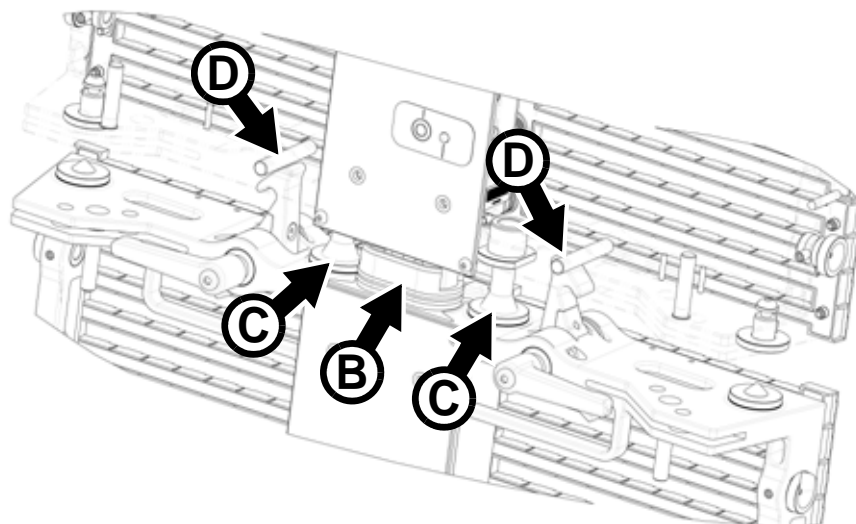

Bild 9: Die Verriegelungen berühren die Zapfen (Teilansicht)
3. Siehe Bild 9. Halten Sie das Modul an den Header oder das Modul darüber. Der Netz- und Datenverbinder **B** und die Führungen **C** müssen in die Aufnahmen des Gegenstücks einrasten. Die Verriegelungen müssen in die Zapfen **D** des Headers oder darüberliegenden Moduls eingreifen.
Die Netzein- und -ausgänge der EC-20 Module sind integriert und verbinden sich mit dem Header oder einem anderen Modul, wenn sie mechanisch miteinander verbunden werden (siehe Bild 9 auf Seite 12).